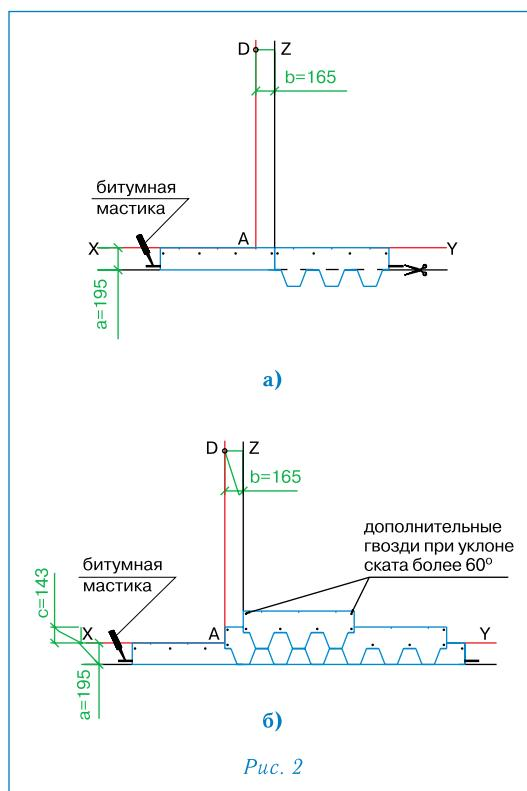

Рис. 2
#### Укладка материала (рис. 2)
- Начальный ряд формируется из листов черепицы ВЕСТ с обрезанными лепестками. Полученные таким образом полосы шириной 19,5 см укладываются по линии карниза в обе стороны от линии Z (рис. 2а) и фиксируются по нижнему краю битумной мастикой, а по верхней кромке 4 гвоздями (ось гвоздей на 5 см ниже верхнего края полосы);
- далее первый ряд черепицы укладывается от линии AD (рис. 2б);
- второй ряд укладывается от линии Z (со смещением 16,5 см от AD) (рис. 2б);
Каждый лист гибкой черепицы ВЕСТ крепится 4 гвоздями таким образом, чтобы гвоздь прошивал и верхний край низлежащего листа черепицы (рис. 2б).